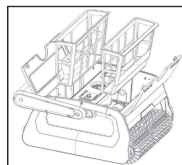

Figura 5
- Reinserire i cestelli filtranti puliti (vedi figura 5). Assicurarsi che la posizione di montaggio sia corretta.